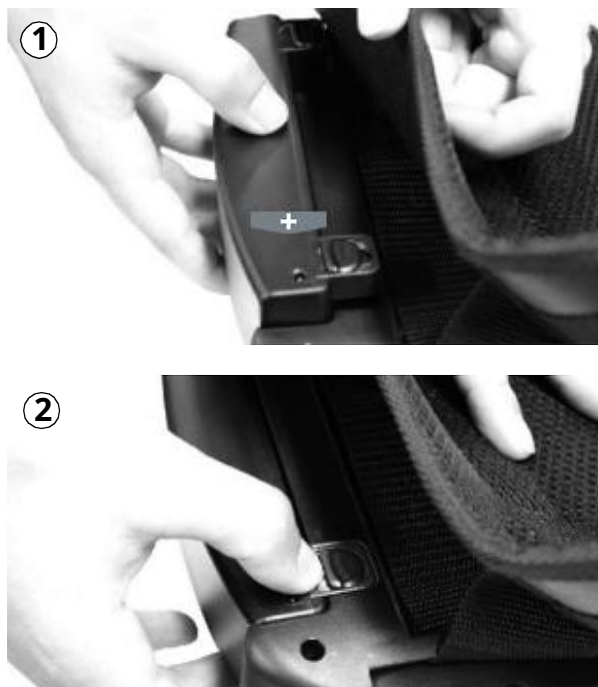

Fig. 10: Inserción de la batería
Paso 1: Deslice la batería en la ranura en la parte posterior de la unidad de filtro hasta que encaje en su lugar. Observe la designación de los polos (Fig. 10, 1).